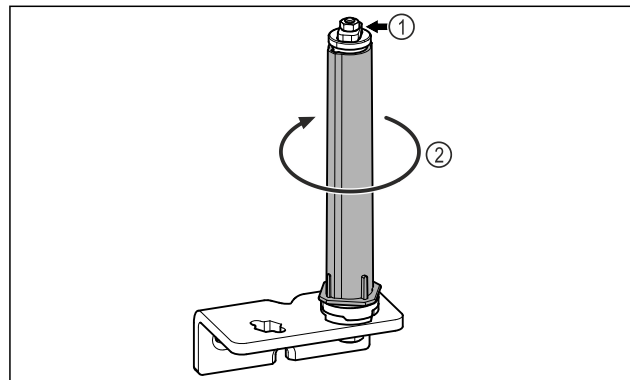

Fig. 18
- ▶ Не разбирайте систему закрытия двери Fig. 18 (1).
- ▶ Поворачивайте систему закрытия Fig. 18 (2) до щелчка.